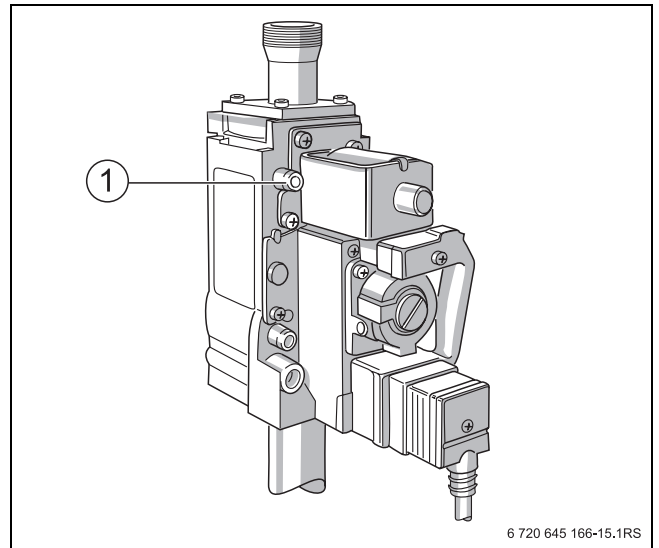

Рис. 39 Проверка внутренней герметичности
- ▶ Отверните винты на штекерах горелки [2] и выньте штекеры из газовой арматуры (рис. 39).